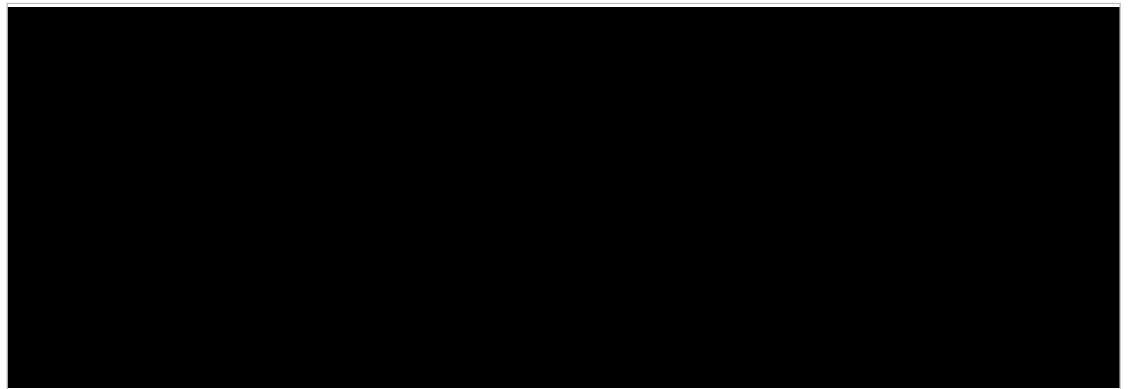

Fig. 78 Kraanhaak correct bevestigen
- Gebruik een kraanhaak die voldoet aan voorwaarde $B < A$, zie afbeelding 78, positie ②.
De kraanhaak is correct bevestigd en verticaal geplaatst, zie afbeelding 78, positie ②.
Aan de vereisten voor het hijsen van de machine met een kraan is voldaan, zie afbeelding 78, positie ③